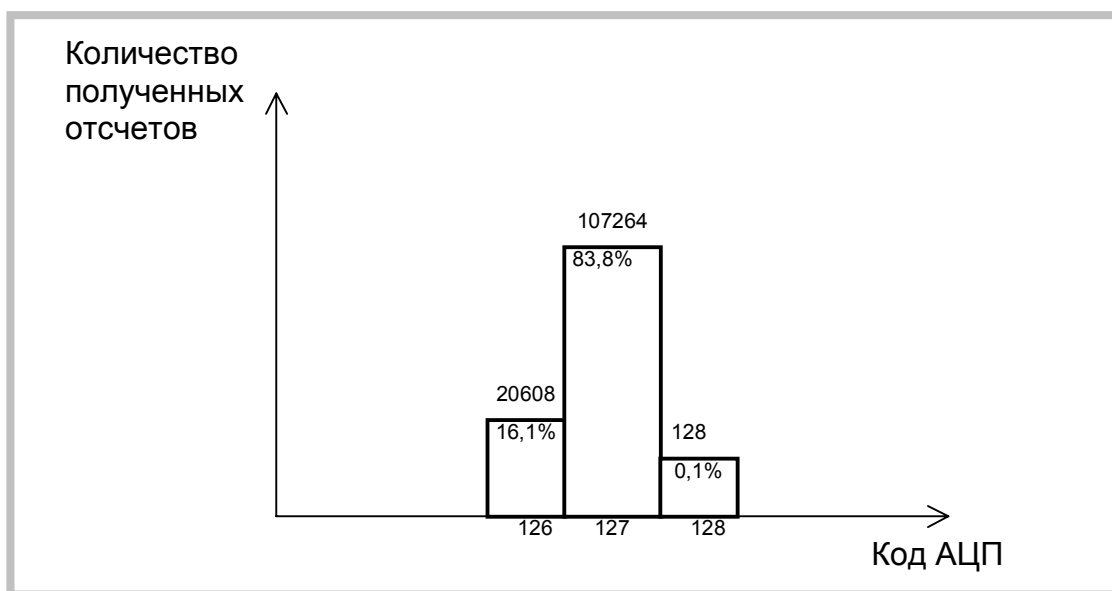

Рисунок 19. Статистика результатов данных 6
- 6) Диапазон входного сигнала АЦП платы ЛА-н10М6 $\pm 1В$. Частота запуска АЦП - 50МГц. Число собранных отсчетов 128000 (Рисунок 19).